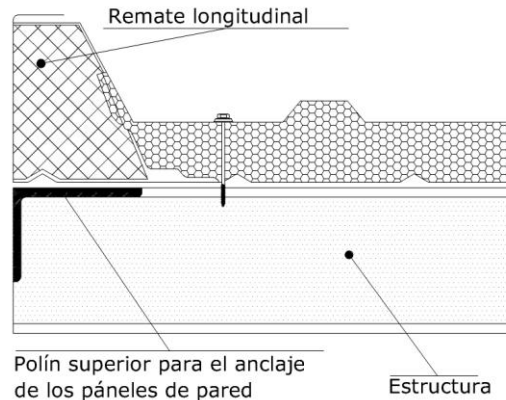

Fig. 9
4. Solamente para el primer panel realizar la fijación en el valle de la primera cresta alta, por cada polín inferior. (Fig. 9)